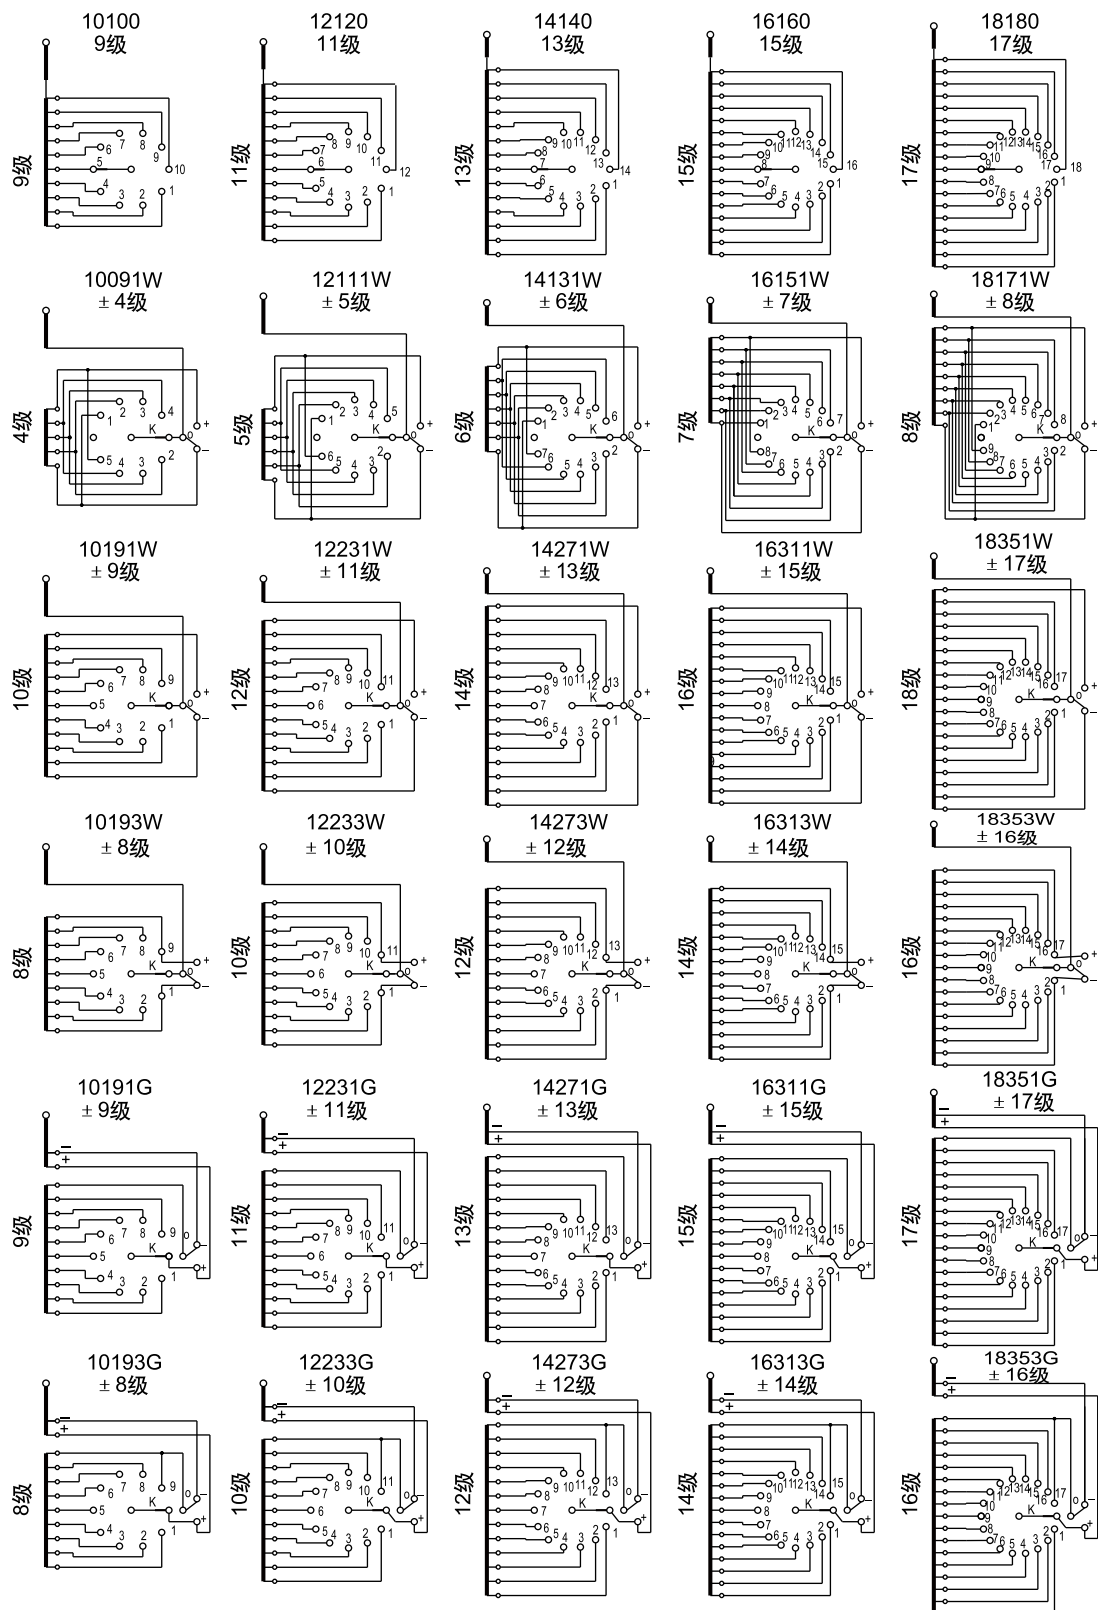

图 4 分接选择器基本接线原理图
3.3 分接选择器基本接线原理图（见图 4）
变压器调压线圈的抽头方式不同对应不同规格的分接选择器基本接线图，图 4所示为常见基本接线图，对于用户的特殊要求可进行特殊设计。